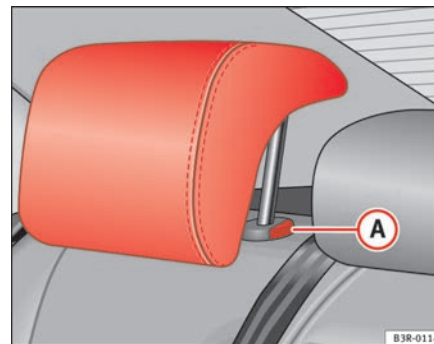

Fig. 113 Lugares laterais do banco traseiro: Apoios de cabeça
- Prima o botão **A** ⇒ página 146, fig. 113 e desça o apoio de cabeça.
- Prima o botão **A** ⇒ página 146, fig. 113 e, ao mesmo tempo, retire o apoio de cabeça.